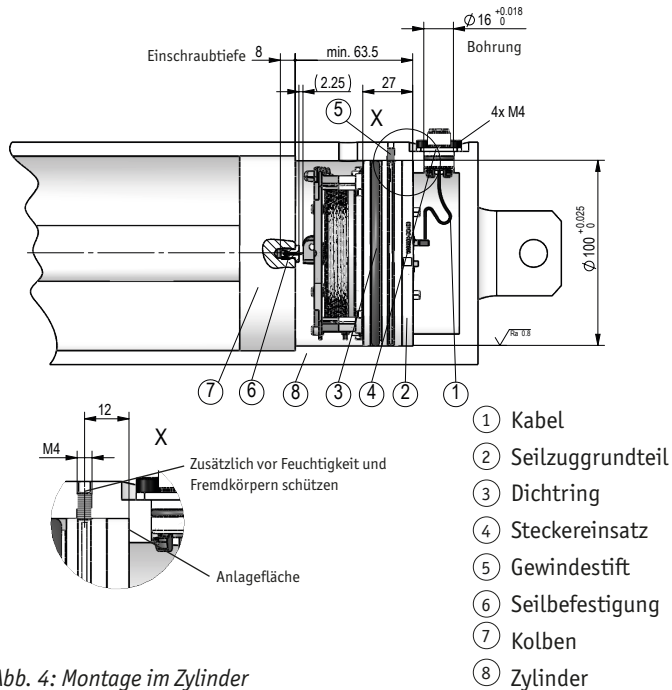

Abb. 4: Montage im Zylinder
Montage (Abb. 4):
3. Den Steckereinsatz ④ durch den Steckerausgang am Zylinderunterteil nach außen ziehen. Der Steckereinsatz wird mit dem Flanschgehäuse incl. gefettetem O-Ring gefügt und 4x an der vorgesehenen Stelle verschraubt.
4. Die Axialsicherung kann, wie in Abb. 4 dargestellt, mit einem Gewindestift ⑤ erfolgen. Den Gewindestift erst leicht anziehen (ca. 0.5 Nm) und anschließend wieder ca. 0.5 Umdrehungen zurückdrehen. Der Gewindestift muss je nach Umgebungsbedingung abgedichtet werden.
Nähere Informationen zum Einbau finden Sie im Kapitel 4.1 \(Abb. 4\)